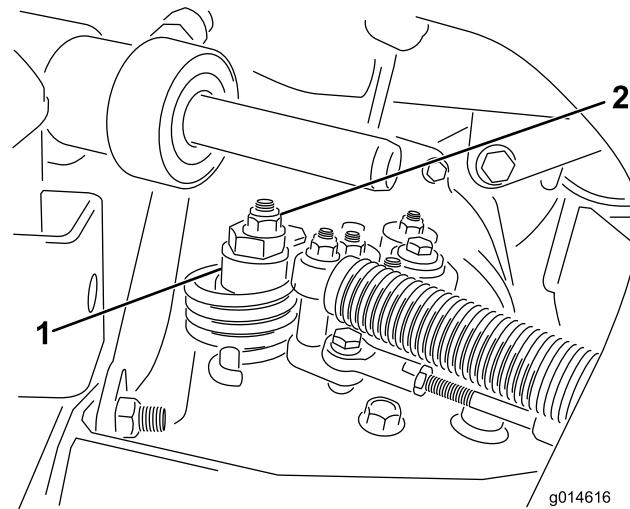

Figura 3
- Allentate il dado che fissa l'eccentrico alla parte superiore dell'idrostato (Figura 3).
- Fate girare l'eccentrico finché non riscontrate movimenti in alcuna direzione. Quando la ruota cessa di girare, serrate il dado di bloccaggio dell'eccentrico per mantenere la messa a punto (Figura 3).